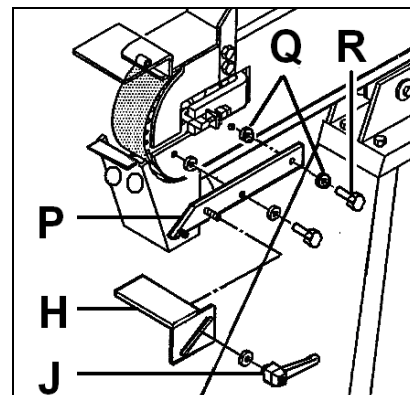

Fig 7
Monter les supports du plan de travail (P, Fig 7) avec 2 vis (R) et 4 rondelles (Q).